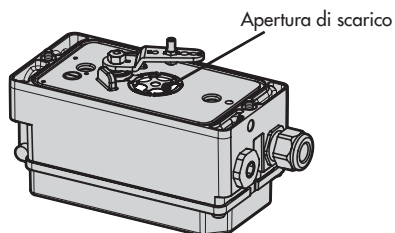

Fig. 5-1: Apertura di scarico
- Non chiudere o limitare l'apertura di scarico dell'aria (vedere Fig. 5-1) sul posto.